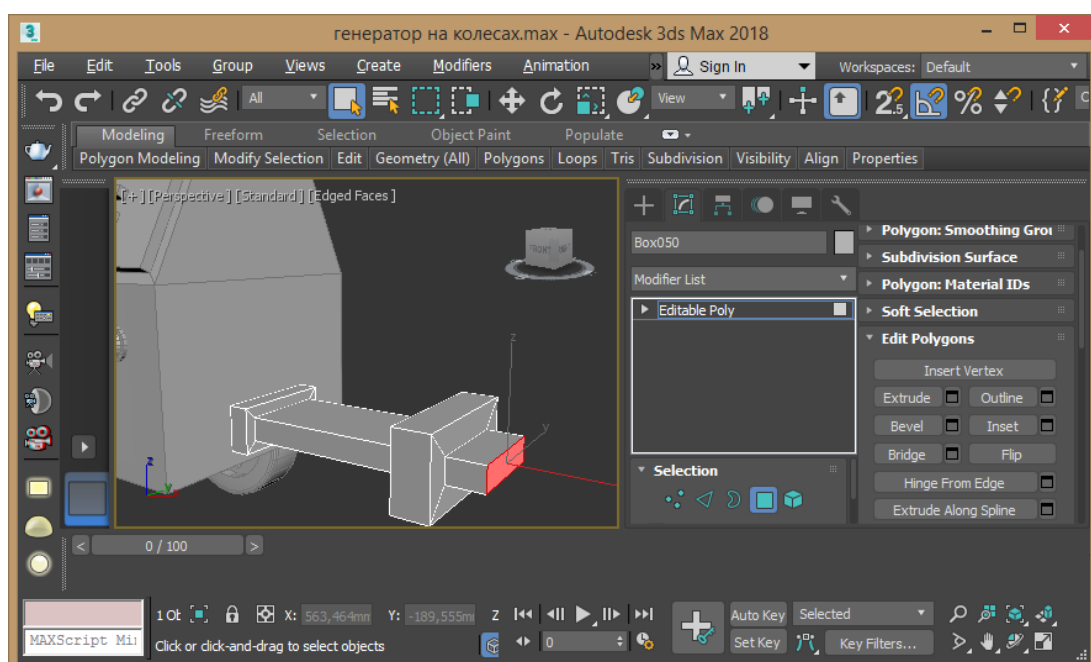

Рис. 2.22 – Створення вузла кріплення
19. На передній частині генератора створюємо паралелепіпед в режимі Autogrid для створення вузла кріплення причепа. Перетворюємо паралелепіпед в редагований полігональний об'єкт командою контекстного меню Convert to - Convert to editable poly. За допомогою команд Insert і Extrude в режимі граней Edge надайте вузлу кріплення потрібну форму (рис. 2.22).